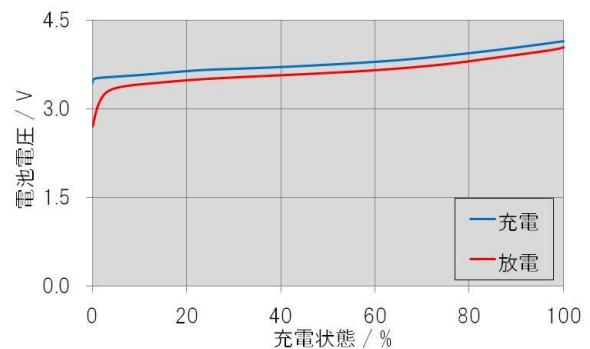

図1. リチウムイオン電池の充放電曲線
リチウムイオン電池の充放電曲線とは、電気量(単位はAh)基準の充電状態(単位は%)を横軸に、電池の電圧を縦軸にとり、そこに充電時と放電時における充電状態と電池電圧の関係をプロットした、図1のような曲線のことである。この曲線は、同じ状態の電池であれば同じ曲線になると考える事ができる。ここでの「同じ状態」とは、次の①～③が全て同じである事を指す。
- ①劣化状態
- ②電池の温度
- ③各充電状態における充放電電流の大きさ
リチウムイオン電池のエネルギー効率は、充電電力量に対する放電電力量の割合で表される。電力量の単位はWhであるが、これは電圧(V)×電気量(Ah)で表されることから、充放電電力量は図1の充放電曲線の積分面積である。従って、エネルギー効率は充電曲線の積分面積に対する放電曲線の積分面積の比率である。